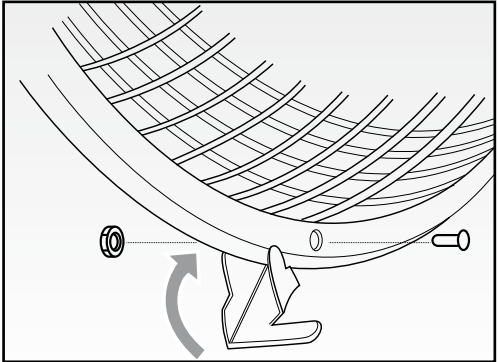

Fig. 2
- Insert the main tube (P) into the apposite slot on the base (N) and lock it using the locking screws. Insert the cover (O) of the base by sliding it along the same.
- Position the appliance into the main tube (P) and lock it using the apposite screw.
- Position the rear grid (E) onto the shaft (F) of the motor unit (G), matching the corresponding mounting pads, and fix it by inserting and rotating the apposite ring nut (D) clockwise until it locks in place.
- Insert the blade (C) onto the motor shaft (F) and slightly press it.
- Lock the blade (C) by screwing the corresponding front ring nut (B) on the shaft, until it locks in place. Make sure the fan rotates freely.
- Loosen the lock situated on the edges of the front grid. Assemble the front grid (A) with the rear one (E) and lock them together by screwing with a screwdriver and corresponding screw (Fig. 2).
- Introduisez la barre principale (P) dans la fissure située sur la base (Q) et bloquez-le à l'aide des vis de fixage. Introduisez la protection (O) de la base en la faisant coulisser sur la base même.
- Positionnez l'appareil sur la barre principale (P) et serrez avec la vis.
- Positionnez la grille arrière (E) sur l'axe (F) du corps moteur (G), en faisant coïncider les patins de montage, et fixez en introduisant et en serrant la frette (D) vers la droite jusqu'au blocage.
- Introduisez la pale (C) sur l'axe (F) moteur en la poussant légèrement.
- Fixez la pale (C) en vissant sur l'axe la frette avant (B) jusqu'au blocage. Vérifiez que la pale tourne librement.
- Desserrez l'arrêt de blocage placé sur les bords de la grille avant. Assemblez la grille avant (A) avec la grille arrière (E) et les bloquez-les ensemble en vissant la vis avec un tournevis (Fig 2).
- Réglez la hauteur de l'appareil en tournant le bouton de réglage (M) vers la gauche. Bloquez le tube en tournant le bouton vers la droite.